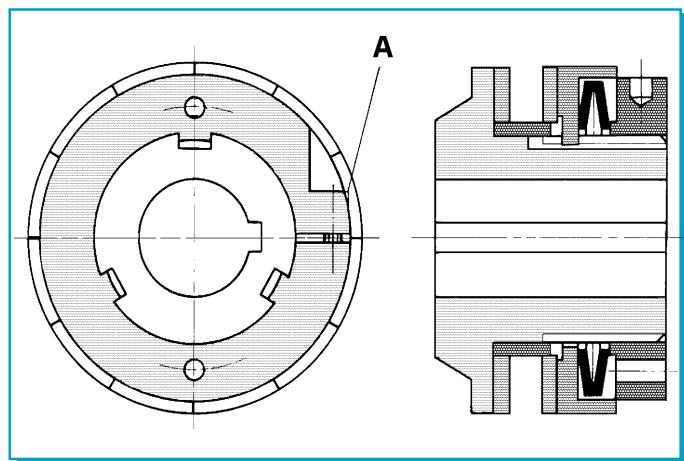
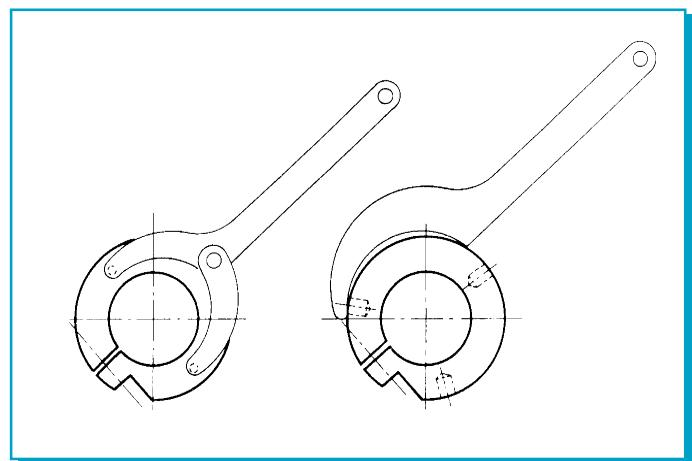

Fig.4
Fig.5
- Montare la molla a tazza nella conformazione (MC o MS) desiderata. Allentare le viti di bloccaggio (A - Fig. 4) e serrare la ghiera di regolazione, tramite apposita chiave che può essere impiegata indifferentemente sui fori assiali o su quelli radiali (Fig. 5).
- Fit the Belleville spring in the desired configuration (MC or MS). Loosen the clamping screws (A - Fig. 4) and tighten the adjuster nut, using the special spanner that may be used on both axial or radial holes (Fig. 5).
- Monter la rondelle sphérique dans la conformation (MC ou MS) voulue. Desserrer les vis de blocage (A - Fig. 4) et serrer le collier de réglage à l'aide de la clé prévue à cet effet qui peut être utilisée indifféremment sur les trous axiaux ou sur les radiaux (Fig. 5).
- Die Tellerfeder in der gewünschten Konfiguration (MC oder MS) montieren. Die Anzugsschrauben (A - Abb. 4) lösen und die Nachstellmutter mit dem mitgelieferten Schlüssel anziehen, der auf den Axial- und auf den Radialbohrungen gleichermaßen verwendet werden kann (Abb. 5.).*